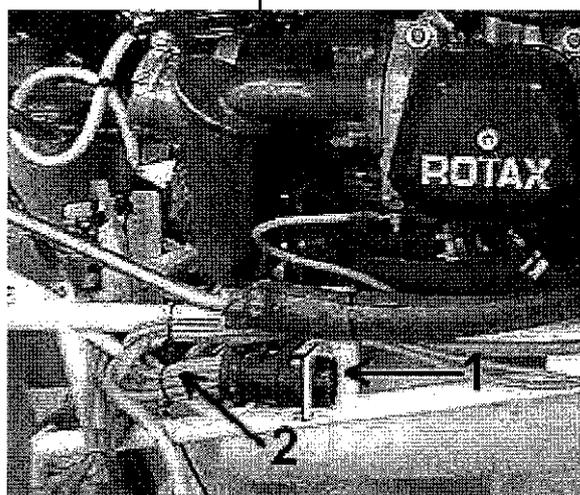

Fig. 11
13a. lato sinistro: svitare i quattro bulloni di fissaggio del connettore principale e sfilare il connettore dalla piastrina di supporto (part. 1 fig. 11)
13b. tagliare le fascette blocca cavi lungo i tubi inferiori del castello (part. 2 fig. 11)
13a. left side: unfasten the four bolts of the main connector and remove the main connector from the mounting flange (item 1, in fig. 11).
13b. remove the clips along the engine mount lower tubes (item 2, in fig.11).